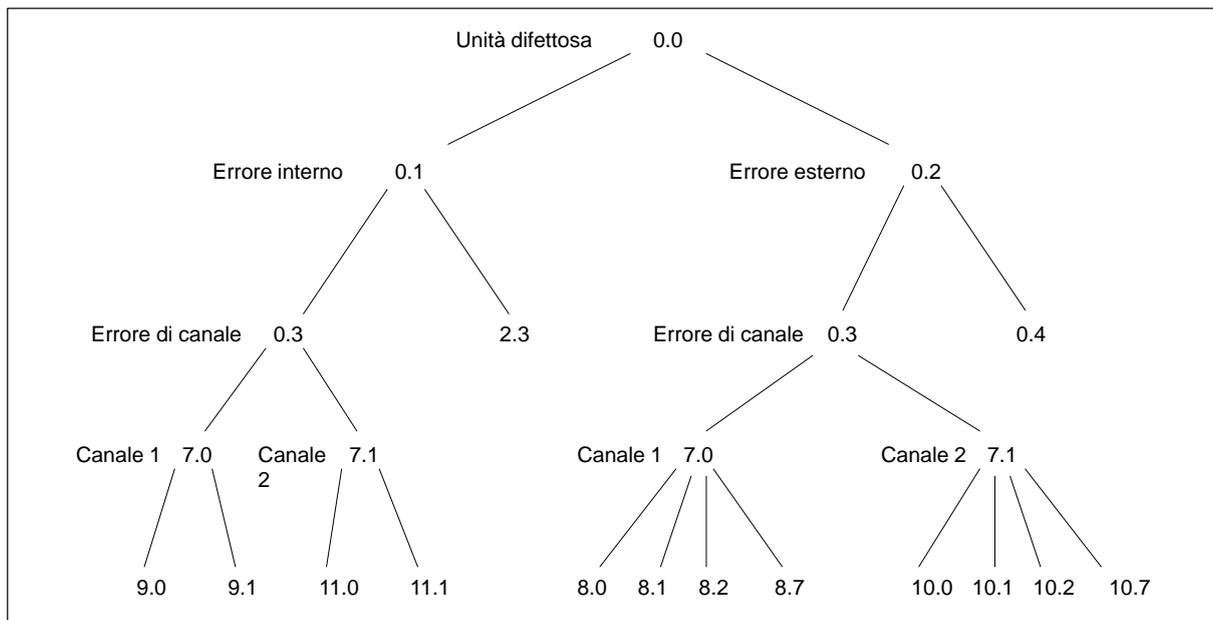

Figura 11-2 Albero diagnostico; bit nei DB di canale dal byte 72 (DIAGNOSTIC_INT_INFO)
- Con l'aiuto dell'albero diagnostico rappresentato nella figura 11-2 si può individuare come i singoli bit stiano in relazione tra loro.
7.0	Canale 1 difettoso - è possibile l'analisi esatta (vedere figura 11-2)
7.1	Canale 2 difettoso - è possibile l'analisi esatta (vedere figura 11-2)